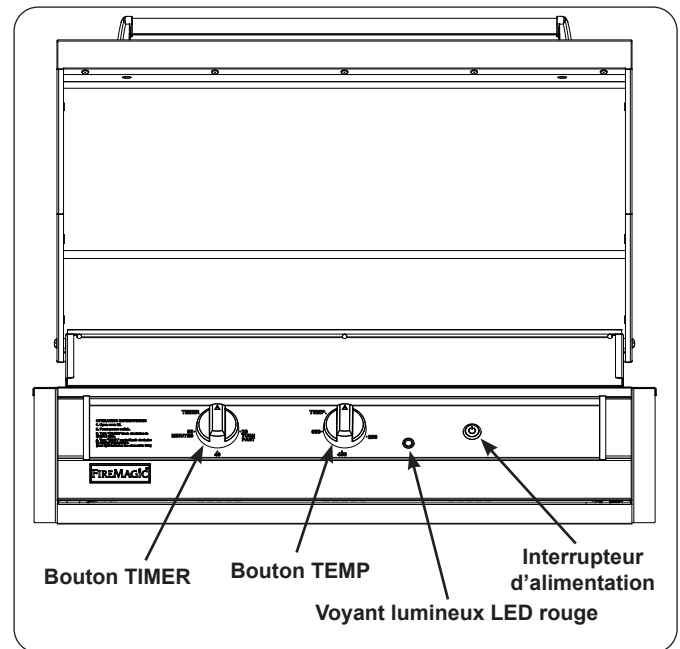
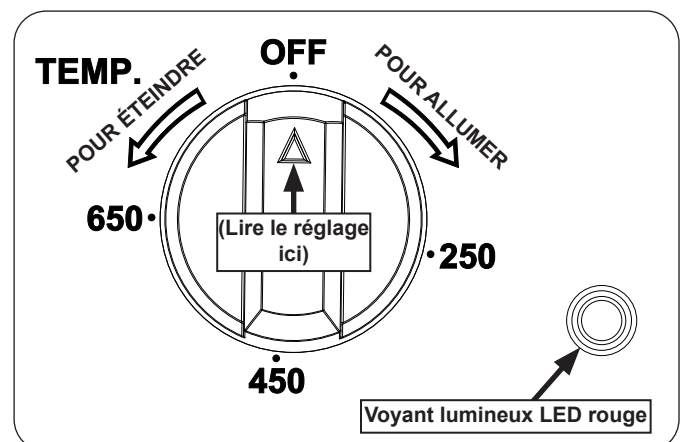

Fig. 32-1 Contrôles
Fig. 32-3 Contrôle de température
3. Appuyez sur l'interrupteur d'alimentation (voir Fig. 32-1).
5. Tournez le bouton **TEMP** dans le sens des aiguilles d'une montre jusqu'à la température souhaitée. (Le voyant d'état LED rouge indique que les éléments chauffants sont allumés.) Voir Fig. 32-3.
Pour éteindre l'appareil, tournez le bouton **TEMP** e **TIMER** dans le sens inverse des aiguilles d'une montre jusqu'à la position **OFF** (voir Fig. 32-3), PUIS éteignez l'interrupteur d'alimentation.
Pour votre commodité et sécurité, lorsque les éléments chauffants sont activés, le voyant lumineux LED rouge s'allumera (voir Fig. 32-1 e Fig. 32-3).